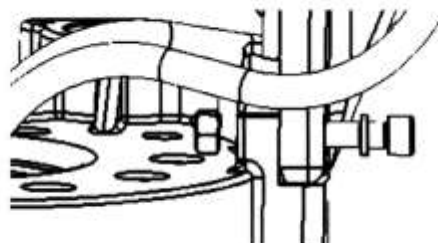

Рис. 14.
5. Заверните шесть болтов M12 (ключ №8), чтобы установить избиратель снизу масляного бака. Крутящий момент для болтов составляет от 50 до 60 Н•м (Рис.14). Следует обратить внимание на последовательность сборки.